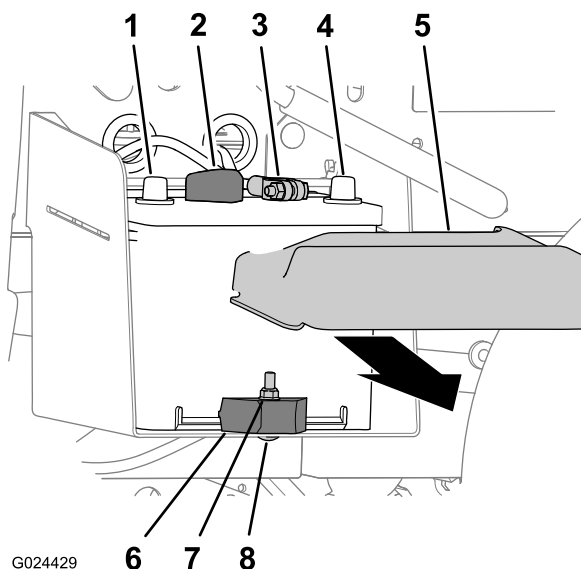

Figura 36
1. Schiacciate i lati del coperchio della batteria e rimuovete il coperchio dalla parte superiore della batteria stessa (Figura 36).
2. Scollegate il cavo negativo della batteria dal relativo morsetto (Figura 36).
3. Scollegate il cavo positivo della batteria dal relativo morsetto (Figura 36).
2. Eliminate dado di bloccaggio, bullone a testa tonda e morsetto della batteria che fissa la batteria al relativo vassoio (Figura 36).
3. Togliete la batteria dal relativo vassoio (Figura 36).
1. Montate la batteria sul relativo vassoio della macchina (Figura 36).
Nota: Accertate che i poli positivi e negativi della batteria siano allineati come mostrato in Figura 36.
2. Fissate la batteria al relativo vassoio con morsetto, bullone a testa tonda e dado di bloccaggio (Figura 36).
1. Collegate il cavo positivo della batteria al relativo morsetto (Figura 36).
2. Collegate il cavo negativo della batteria al relativo morsetto (Figura 36).
3. Montate il coperchio della batteria sulla parte superiore della batteria stessa (Figura 36).